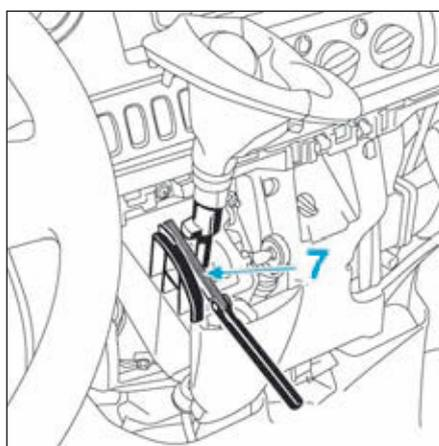

FIG.53
- Positionner et maintenir le levier de commande avec une cale de 10 mm (7) (Fig.53).